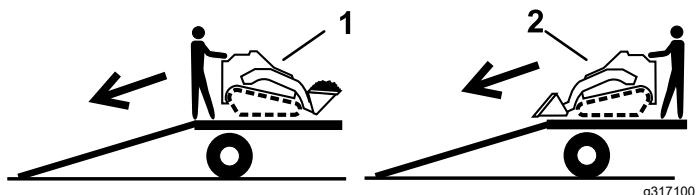

Figura 21
2. Scaricate la macchina dal rimorchio con l'estremità più pesante sulla rampa, trasportando i carichi verso il basso (Figura 21).